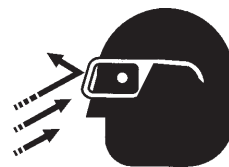

Figura 25. Interruptor de control de dirección (REVERSA)
2. Coloque el **interruptor de control de dirección** en la posición de **REVERSA** (Figura 25). Esto revolverá el agua y el cemento para convertirlo en mortero.